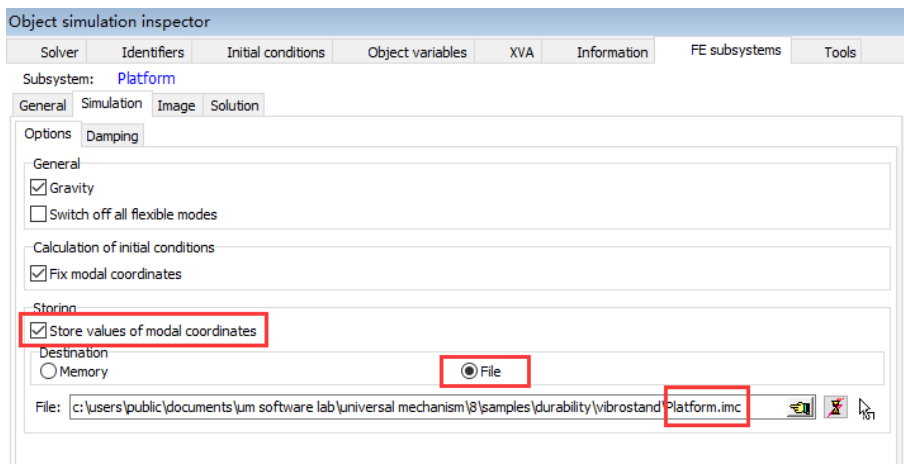

图 2.6
5. 选择页面**FEM subsystems | Simulation | Options**，勾选**Store values of modal coordinates**，并设置保存类型为**File**，缺省以柔性子系统的名字命名并存放于模型目录，如图 2.6所示。